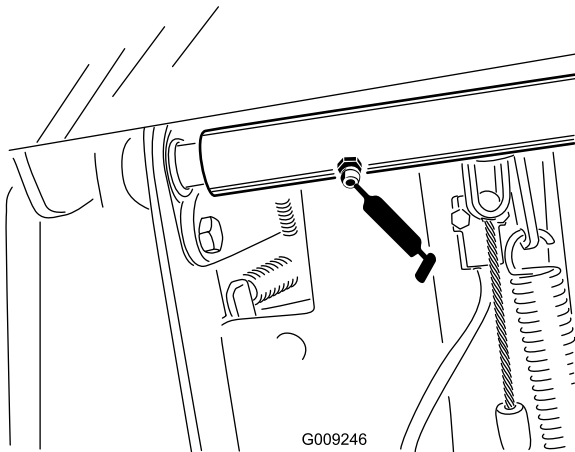

Figura 36
- Cojinetes del eje de pivote del pedal de freno (2) (Figura 36)